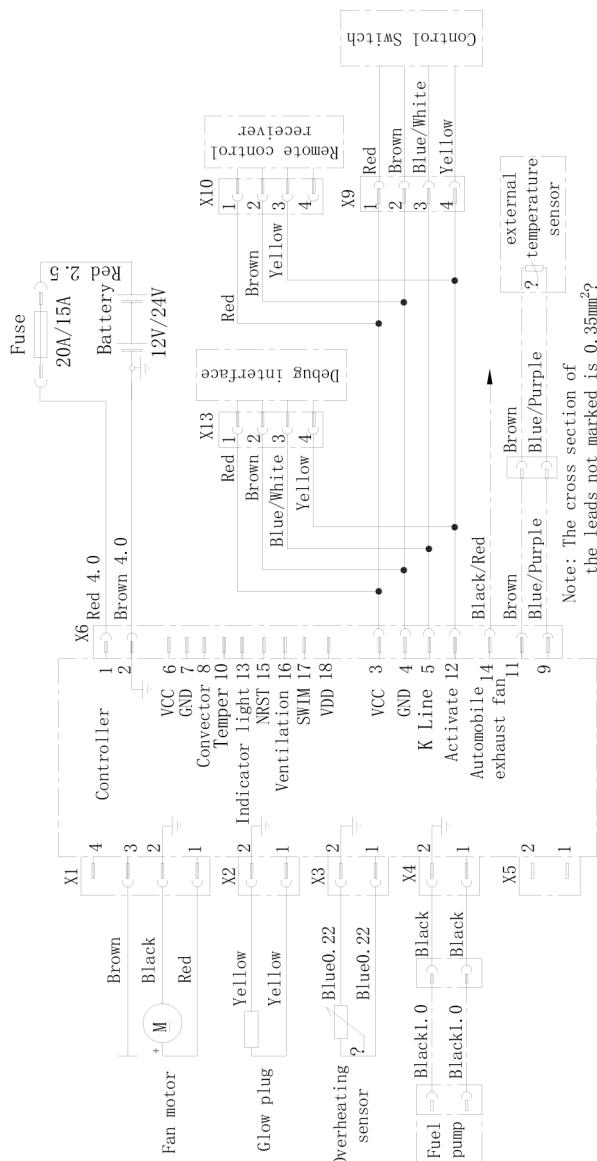
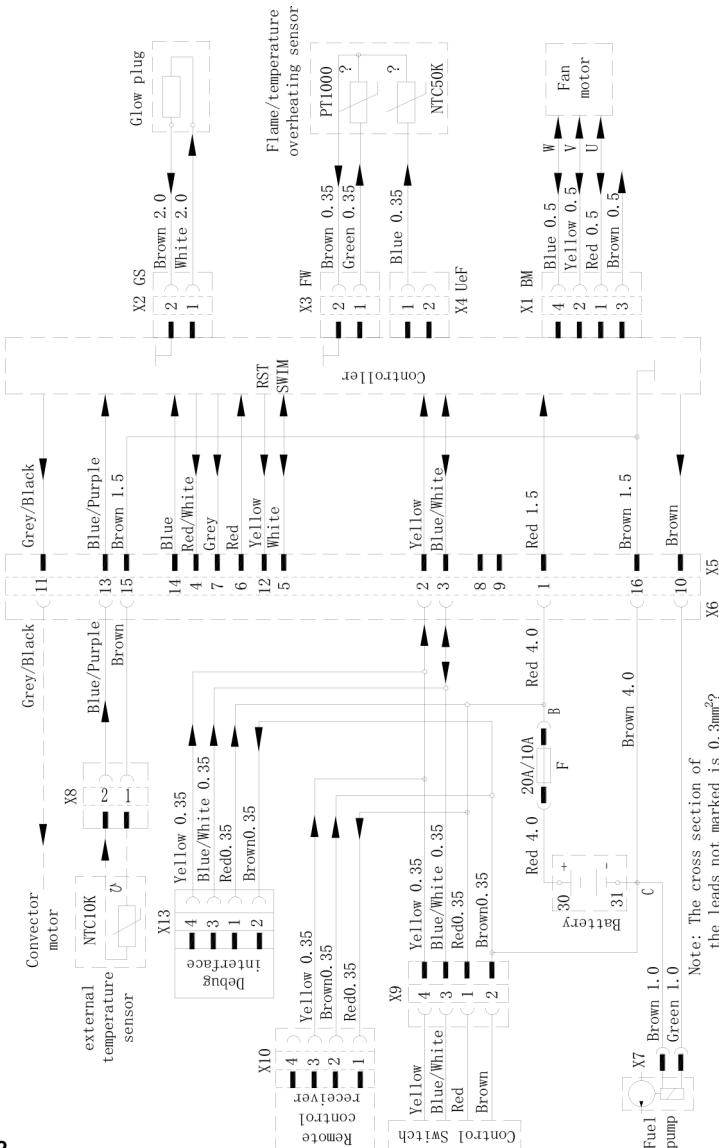

Fig. 41
Fig. 42
- Die elektrischen Anschlußpläne für die Heizeräte finden Sie in Fig. 41 S. 52 und Fig. 42 S.53